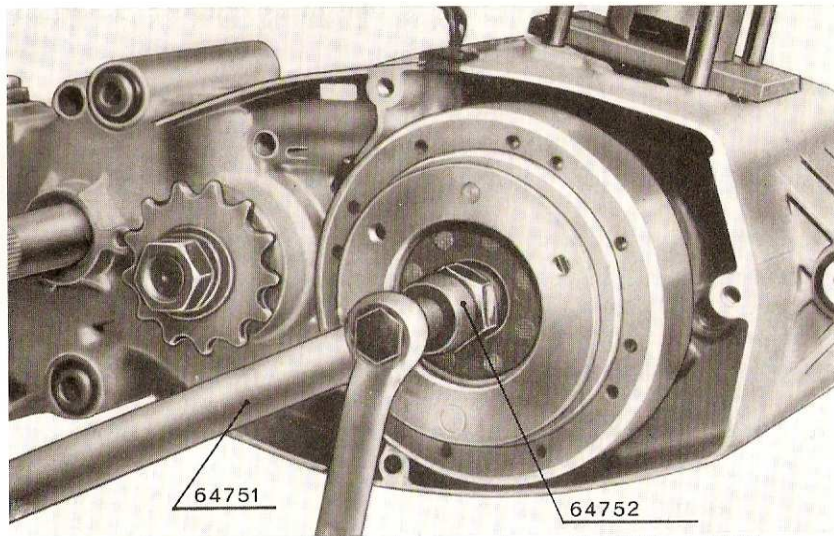

Fig. 2 - Comment extraire le volant avec les outils 64751 et 64752
5. Fig. 2 - Visser l'extracteur 64752 dans le noyau fileté du volant, visser la vis centrale de l'extracteur pour enlever le volant de l'extrémité de l'arbre moteur.